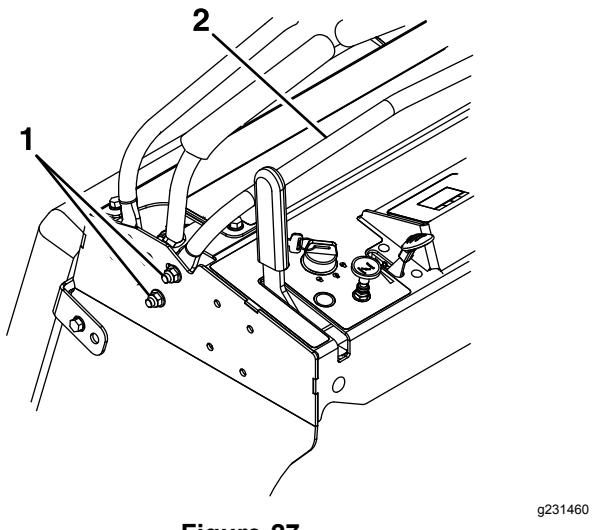

Figure 27
2. Desserrez les boulons des deux côtés de la tour de commande en desserrant les deux écrous de chaque côté (quatre en tout) de la console (voir Figure 27).